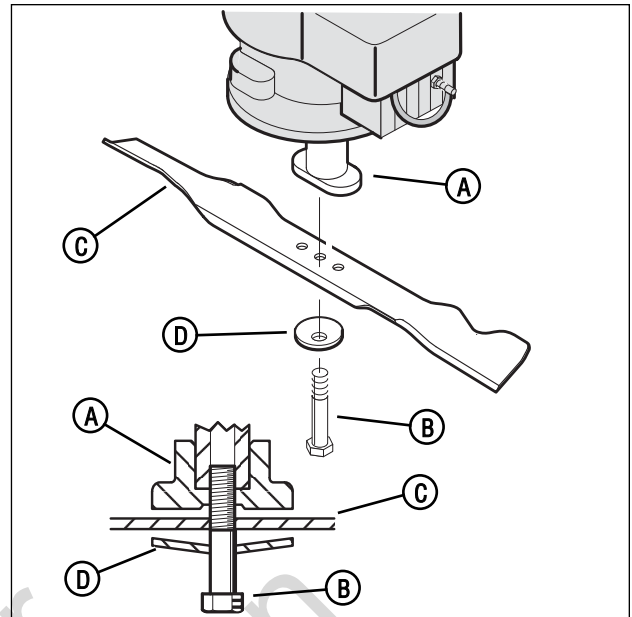

Figura 27: Desmontaje de la cuchilla
Revise frecuentemente la cuchilla en cuanto a desgaste o daño tales como grietas. Revise frecuentemente el perno que sostiene la cuchilla. Mantenga apretado el perno. Si la cuchilla golpea un objeto, detenga el motor. Desconecte el cable de la bujía. Revise el adaptador (A, Figura 27) de la cuchilla en cuanto a daño. Revise en busca de una cuchilla doblada o dañada, una cuchilla gravemente desgastada, u otro daño. Antes de operar la unidad, las piezas dañadas deben reemplazarse con piezas de repuesto de fábrica. Por seguridad, reemplace cada dos años la cuchilla. Mantenga afilada la cuchilla. Una cuchilla que no está afilada provocará que los extremos del césped se vuelvan de color marrón. Desmonte la cuchilla de la siguiente manera.
4. Remueva el perno (B, Figura 27) que sostiene la cuchilla, mediante una llave de 9/16" (14mm).
5. Revise la cuchilla (C) de acuerdo con las instrucciones de "Servicio de Mantenimiento de la Cuchilla". Reemplace una cuchilla gravemente desgastada o dañada con una cuchilla de repuesto de fábrica.
7. Sujete la cuchilla con la arandela (D) original y el perno. Verifique que el borde exterior de la arandela Belleville está dirigida hacia la cuchilla.